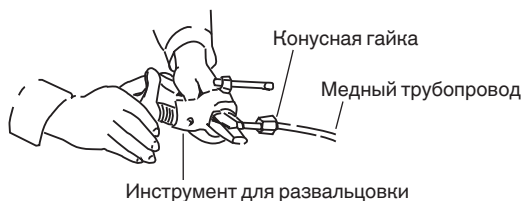

Рис. 5-3
- Сделайте коническое соединение на конце медной трубы с помощью инструмента для развальцовки. (Рис. 5-3)